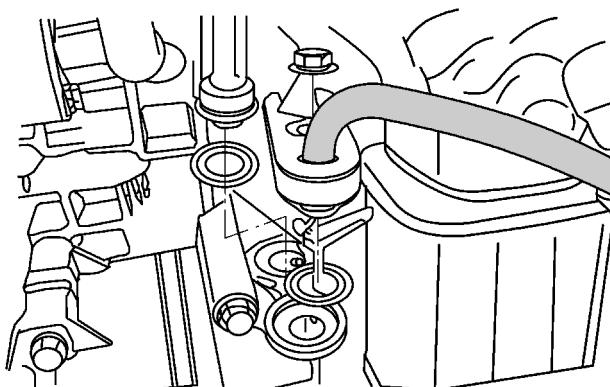

图 5-51 将吸入软管管板插入压缩机
1) 按照图 5-51 所示，将空调器吸入软管安装到车上，将吸入软管管板插入压缩机，并将固定螺钉紧固。